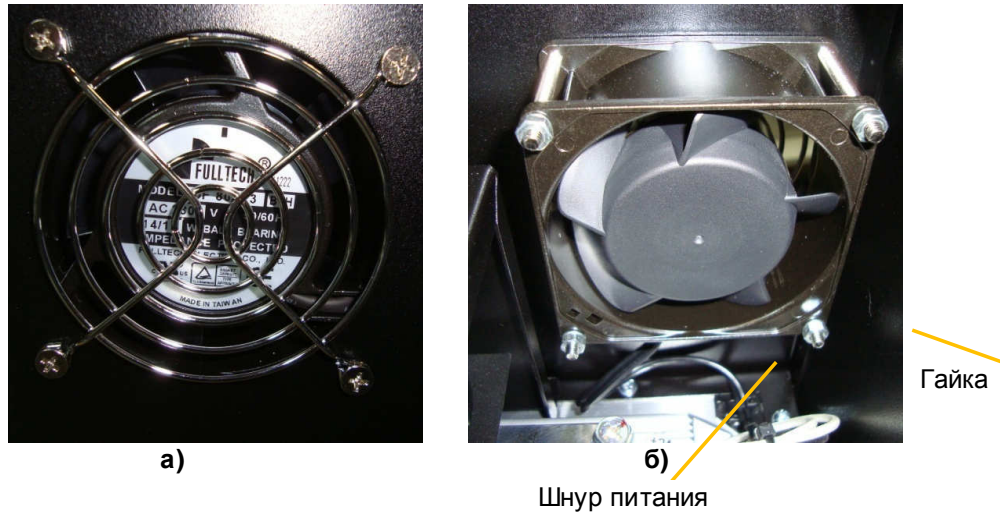

Рис. 6.10
6.8.4. Выкрутить 4 винта крепления бокового вентилятора удерживая гайки (рис. 6.10а,б), демонтировать решётку и положить их в тару.